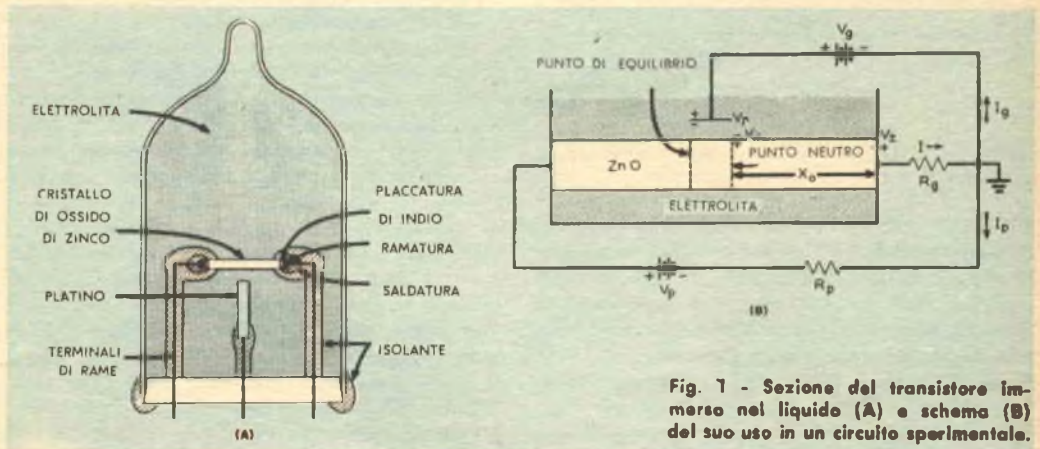

Fig. 1 - Sezione del transistore immerso nel liquido (A) e schema (B) del suo uso in un circuito sperimentale.
La fig. 1 (A) rappresenta il dispositivo in sezione e la fig. 1 (B) lo schema del suo uso in un amplificatore sperimentale.